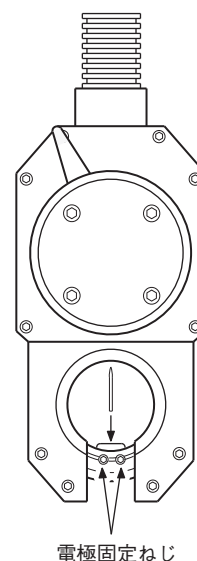

図9：電極を取り付ける
1. フィクスチャー・ブロックを取り付けていない状態で、本体スイッチ・パネルの「電極交換」を押します。電極が図9の位置に移動します。